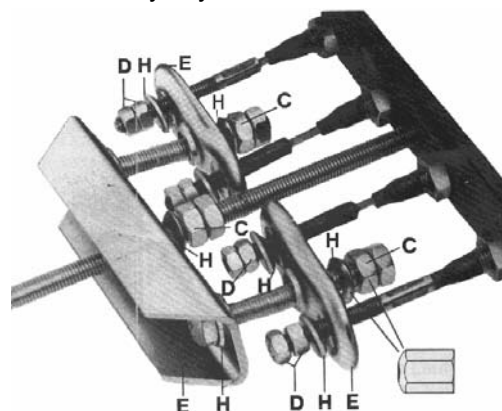

Рис. 7
- c) Выполните пункт *b*) для двойных (тандемных) осей (рис. 7)